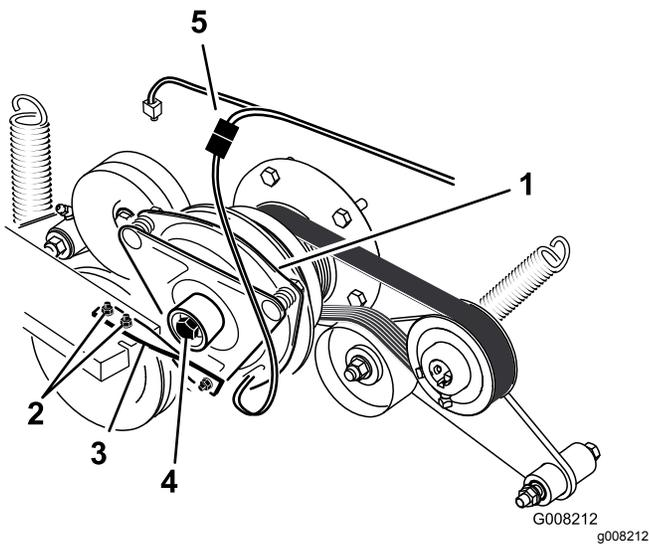

Figura 55
- Desenchufe el conector eléctrico del embrague (Figura 55).
- Retire los pernos que sujetan la correa de goma del embrague al bastidor del cortacésped (Figura 55).
- Retire el perno central que sujeta el embrague al eje del motor, y retire el embrague y la chaveta (Figura 55).
15. Sujetando el cigüeñal en la parte trasera de la máquina, instale el perno central y apriételo a 68 N·m (Figura 55).
16. Instale la correa de goma del embrague al bastidor del cortacésped con los dos pernos y tuercas que se retiraron anteriormente (Figura 55).
18. Enchufe el conector eléctrico del embrague (Figura 55).